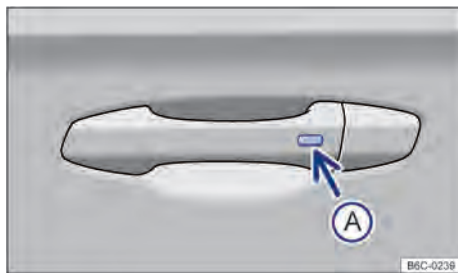

Fig. 56 Na maçaneta da porta: botão para destravar ou travar.
- 1 Pressionar o botão → Fig. 56  no lado externo da maçaneta da porta.
- 2 Pressionar o botão → Fig. 56  no lado externo da maçaneta da porta.
- Dentro de 5 segundos, pressionar o botão no lado externo da maçaneta da porta → Fig. 56 . Assim, não agarrar na maçaneta da porta. O sistema de travamento e partida Keyless Access sem chave está temporariamente desativado.